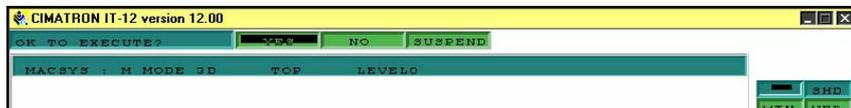

Рисунок 28
20. Для подтверждения нажимаем YES (рис.28).